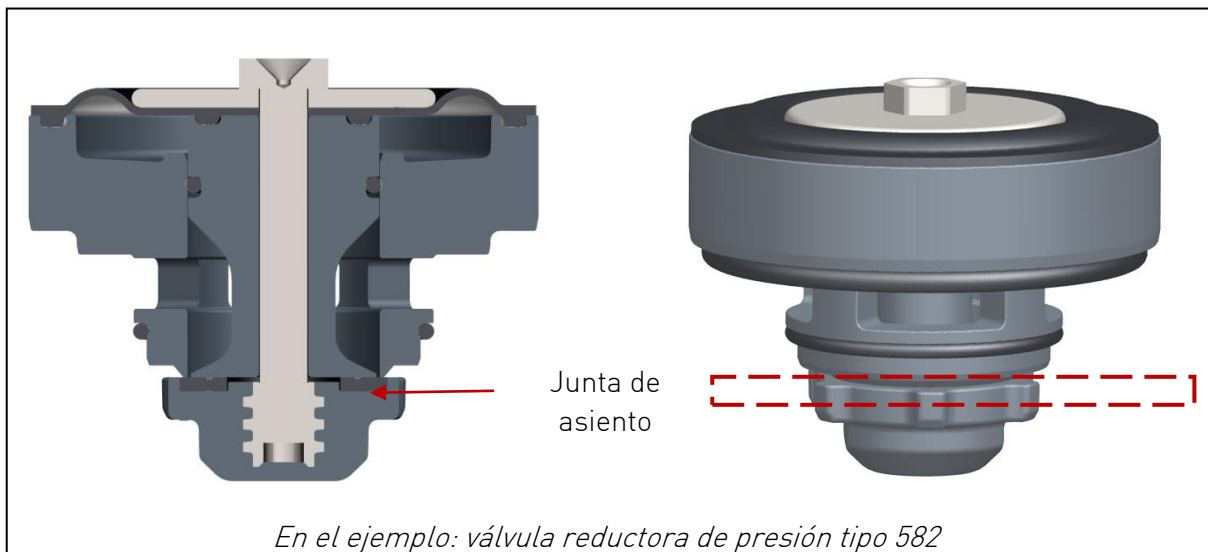

Fig. 16
- ▶ Controlar y limpiar la zona de la junta de asiento, ver la fig. 16